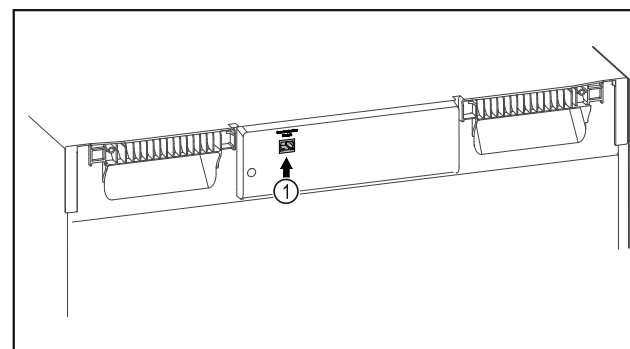

Fig. 116
- ❑ SmartModule Fig. 116 (1) inserito.